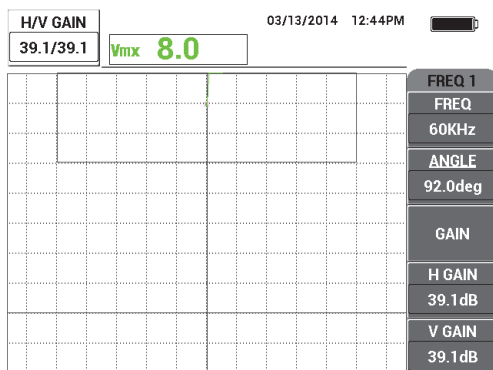

図 5-85 ゲインの調整
8. 消去キー（) を押し、試験片上にプローブをもう一度置き（このとき、例えば名刺 3 枚分の厚みとなるように、大きいほうのリフトオフまたは塗装の厚さを使用します）、ゲインキー（**dB**）を押し、ライブドットが画面領域内に位置し、画面の高さおよそ 90% になるまでゲインを下げます（190 ページの図 5-85 を参照）。